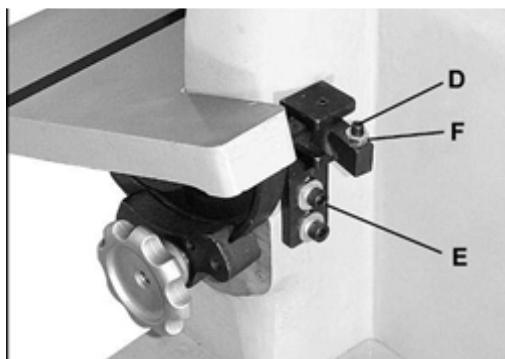

Рис. 17
Стопорный винт положения стола под углом в 0 градусов (см. Рис. 17, D) располагается за диском. Данный узел должен быть настроен таким образом, чтобы обеспечивалась быстрая установка стола в горизонтальное положение (90 градусов). Узел должен позволять осуществлять наклон стола вниз. Для первичной настройки стопорного винта ослабьте винты с внутренним шестигранником (E) и поднимите или опустите кронштейн. Для более точной настройки ослабьте шестигранную гайку (F) и закрутите или открутите винт (D). Затем снова затяните гайку (F).